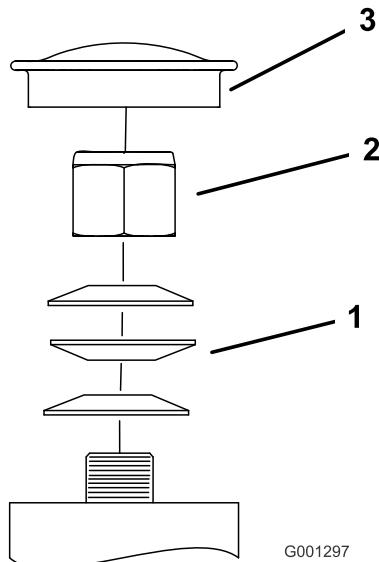

Figura 52
3. Togliete il coperchietto antipolvere dalla ruota orientabile e serrate il dado di bloccaggio (Figura 52).
4. Serrate il dado di bloccaggio finché le rondelle elastiche non sono piatte, quindi allentate di un quarto di giro per mettere a punto il precarico sui cuscinetti (Figura 52).
Importante: Verificate che le rondelle elastiche siano correttamente montate, come riportato nella Figura 52.
5. Montate i coperchietti antipolvere (Figura 52).